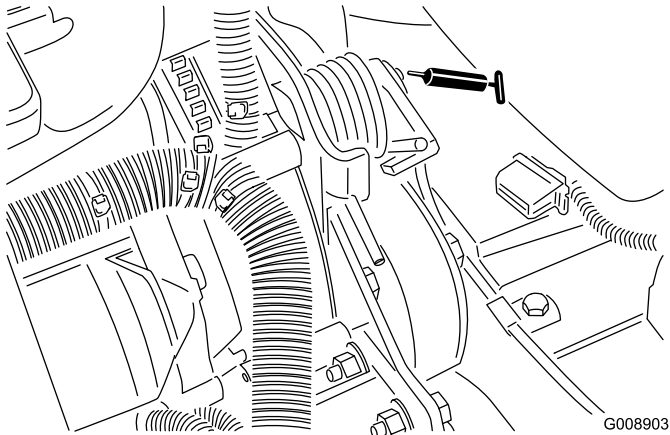

Bild 45
- Riemenstanzdrehbüchse (Bild 45)